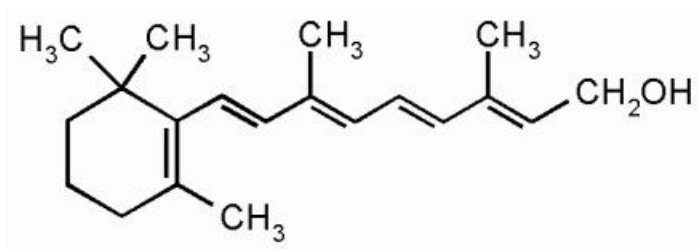

Рисунок 1 – Химическое строение ретинола
7) Все иллюстративные материалы (рисунки) должны быть содержательными (это могут быть графики, схемы, диаграммы, структурные формулы и др.). Их следует располагать непосредственно после текста работы (выравнивание по центру, без абзацного отступа), где они упоминаются впервые, или на следующей странице. Все рисунки в обязательном порядке должны быть пронумерованы и названы. Их нумеруют арабскими цифрами сквозной нумерацией (например, «Рисунок 1», «Рисунок 2» и т.д.) или в пределах раздела (например, «Рисунок 1.1» или «Рисунок 2.1»